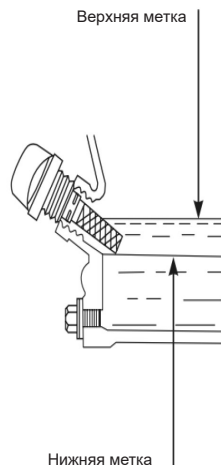

Рис. 12
3. Вставьте щуп в горловину, не заворачивая его (Рис. 12).